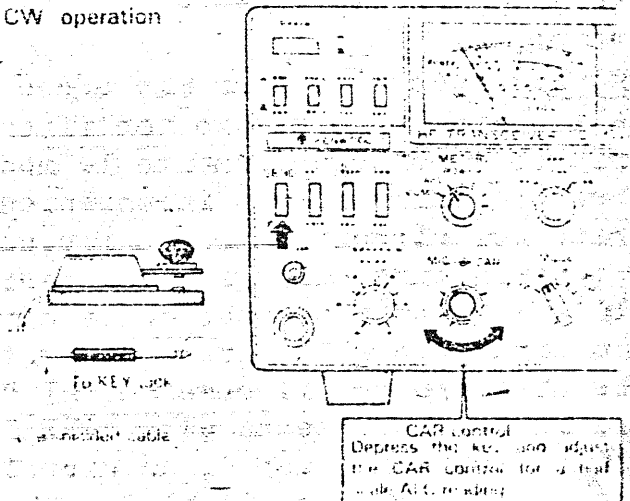

Fig.5-7
(1) Collegate, per mezzo di un cavetto schermato, il tasto alla corrispondente presa jack che si trova sul pannello posteriore, ed è indicata con "KEY".
(2) Ponete il commutatore "MODE" in posizione "CW", e il commutatore "Meter" in posizione "ALC".
(3) Ponete il commutatore di stanby in posizione "SEND".
(4) Premete il tasto e regolate il comando "CAR" per una lettura a circa metà scala di "ALC" (vedere Fig. 5-7)